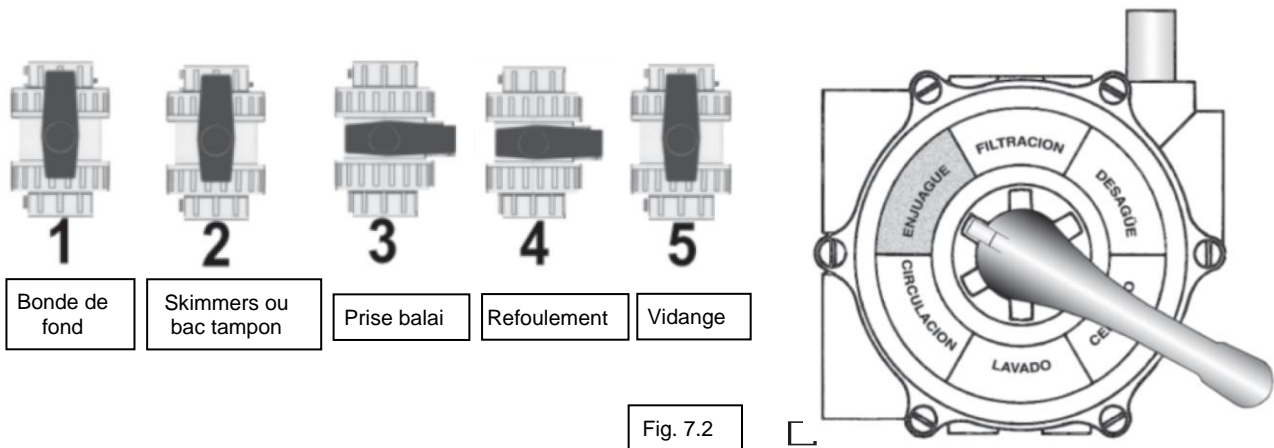

Fig. 7.2
- Arrêter la pompe et placer les vannes dans les positions indiquées en la Fig. 7.2.